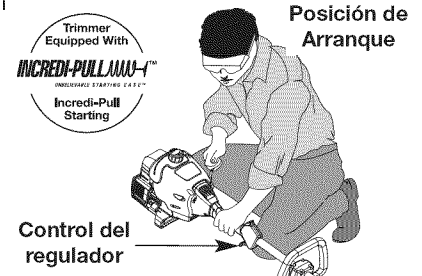

Fig. 4
4. Colóquese en la posición de arranque (Fig. 4) y hale el cordón de arranque con energía hasta que el motor arranque. Espere 30 a 60 segundos, entonces exprima la válvula reguladora para controlar el corte o la velocidad que sopla. Para temperaturas inferiores a 10° C (50° F), tenga en cuenta la siguiente nota.